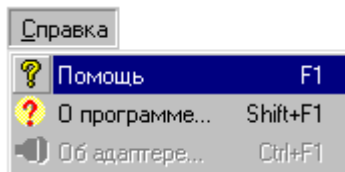

Рис. 4.12. Панель меню «Справка»
- наложить указатель мыши на пункт главного меню (рис.3.5) «Справка» главного меню и нажать левую кнопку мыши. При этом откроется панель меню «Справка» (рис.4.12). Этому же можно добиться, нажав на клавиатуре сочетание клавиш «Alt + С» («С» - символ кириллицы).